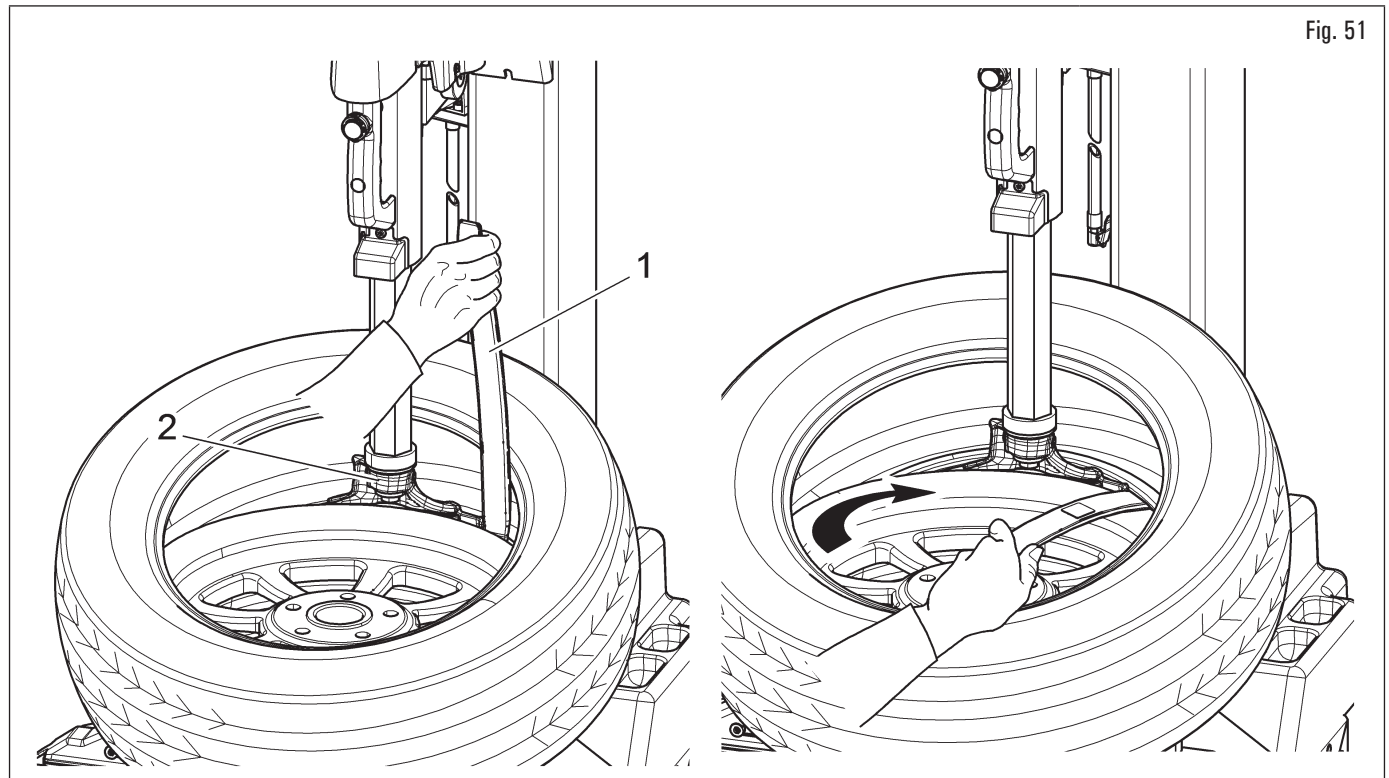

Fig. 51
7. con l'aiuto della leva (Fig. 51 rif. 1) portare il secondo tallone dello pneumatico sull'unghia della testa utensile (Fig. 51 rif. 2);
8. mantenendo la leva (Fig. 51 rif. 1) in questa posizione fare ruotare il mandrino in senso orario fino alla totale fuoriuscita dello pneumatico dal cerchio;